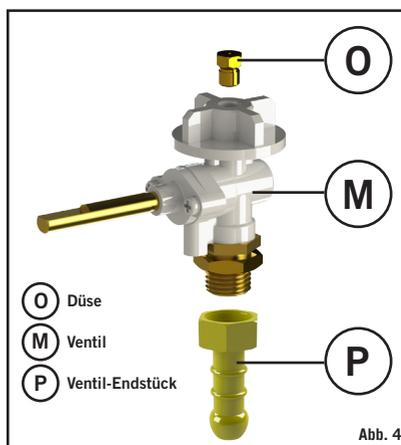

Abb. 4
- Die korrekten passenden Gewinde an beiden Enden des Schlauchs auf das linke 1/4" (0,64 cm) BSP-Gewinde des Ventils (O) (Abb. 4) aufschrauben. Fügen Sie am anderen Ende des Schlauchs einen geeigneten 50 mbar Niederdruck-Regler an. Der Schlauch muss die Auflagen von DIN 4815 Teil 2 oder ähnlich erfüllen.